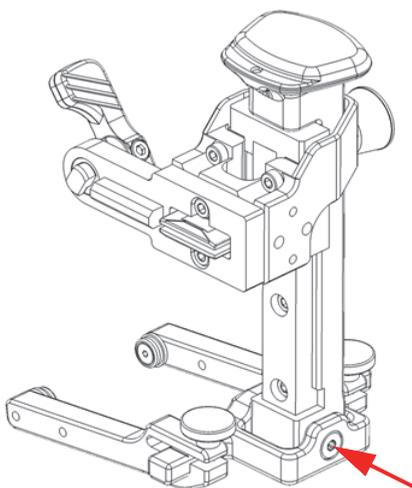

Рис. 2-25 Установка винта
7. Установите винт в стержень вилки (Рис. 2-25 на стр. 64).